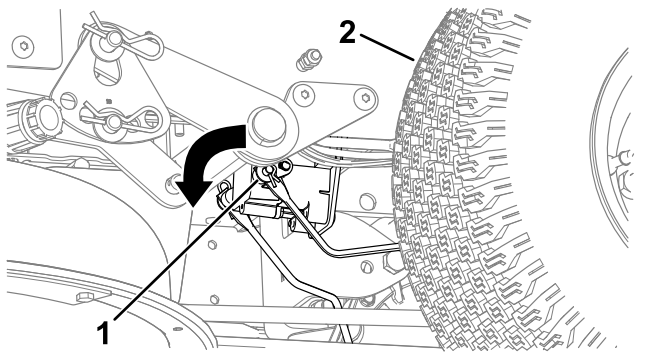

Bild 53
3. Finden Sie die Welle an der elektrischen Bremse, an der die Bremsgestängearme angeschlossen sind (Bild 53).
4. Drehen Sie die Welle, um die Bremse zu lösen (Bild 53).